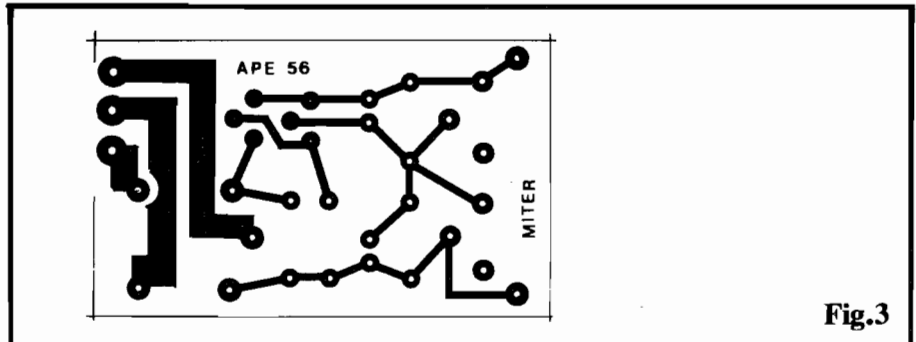

Fig.3
- FIG. 3 - LAY OUT DO CIRCUITO IMPRESSO ESPECÍFICO - Propositamente (como se trata de uma aplicação nitidamente "industrial"...), evitamos "excesso de miniaturização", de forma a enfatizar a robustez e a facilidade de eventual manutenção ou adaptação... Não faria nenhum sentido, para as funções pretendidas, uma montagem super-hiper-miniaturizada, para ser instalada junto a um maquinário do tamanho de um carro, e pesando centenas de quilos... De todo modo, nem por isso "leiautamos" o padrão de ilhas e pistas de forma exageradamente ampla, procurando uma compactação que atende apenas à praticidade e a uma certa "elegância" de instalação... A figura, em escala 1:1 (tamanho natural) mostra, em negro, as áreas cobreadas, devendo o Leitor observar que as pistas necessárias aos caminhos de alta Corrente (entre os contatos de utilização do relê incorporado, e os terminais de Saída do MITER...) são obrigatoriamente mais "taludas", justamente devido ao regime de Potência relativamente "bravo"